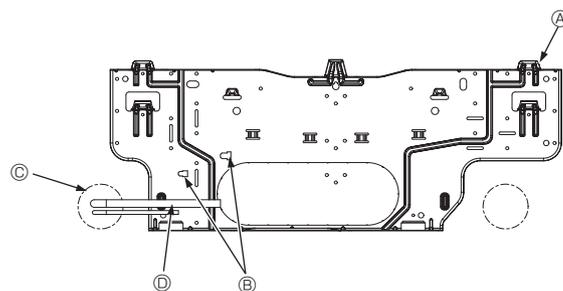

Fig. 3-6
- Ⓓ Befestigungsschrauben (4 × 25) ②
- Ⓕ Montageplatte ①
3.3. Wenn Rohre in der Wand verlegt werden (Fig. 3-6)
- Ⓐ Montageplatte ①